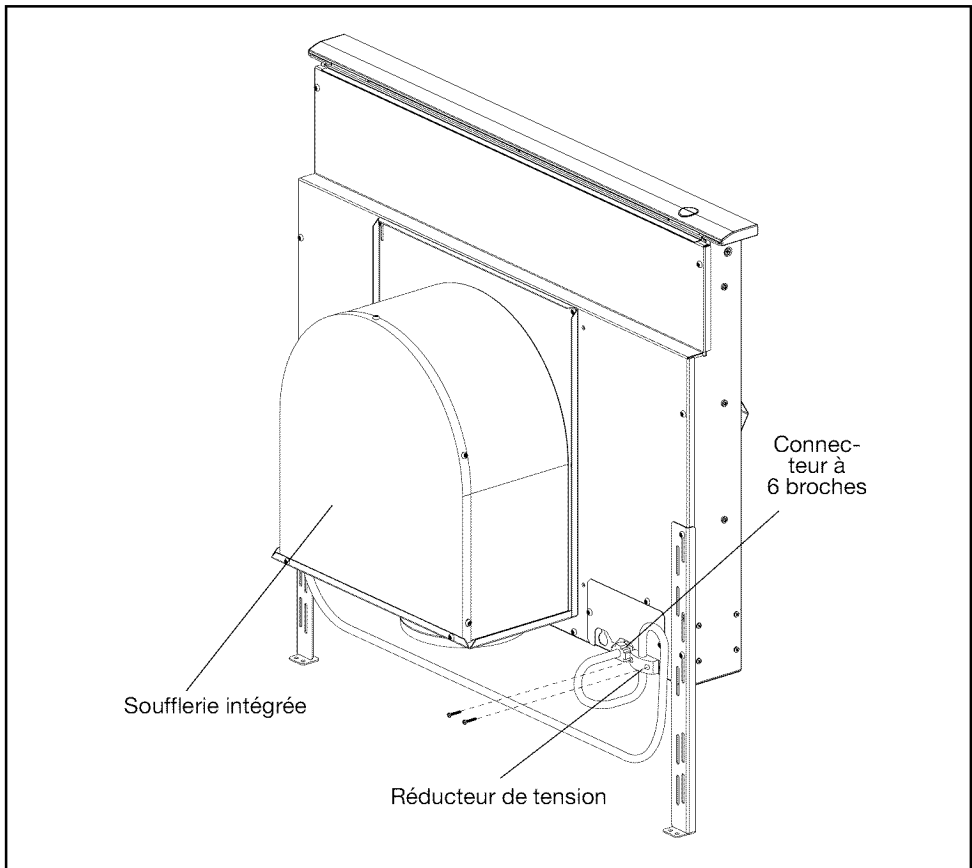

Fig. 9 – Soufflerie intégrée
**Soufflerie intégrée** (voir figures 9 et 11 pour plus de détails) :